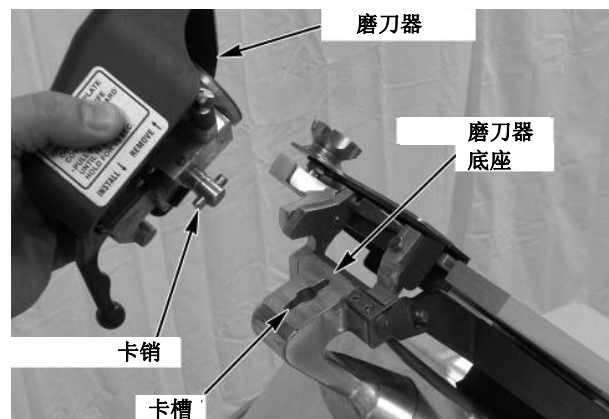

图 26
- 将磨刀器下方的卡销对准磨刀器底座的卡槽，向下安装到位（图26）。